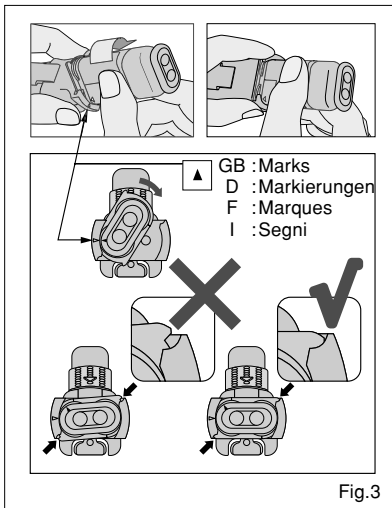

Fig.3
2. Paste Pak Cartridge Loading (Fig.3)
2. Einsetzen der Paste Pak Kartusche (Fig.3)